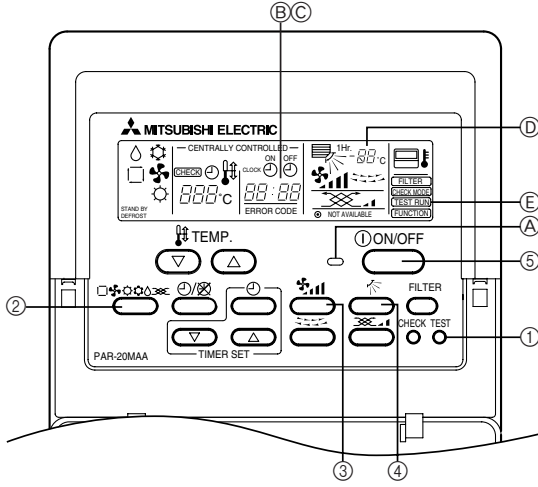

Fig. 6-1
6. Çalışma testi (Fig. 6-1)
6. Выполнение испытания (Fig. 6-1) 81